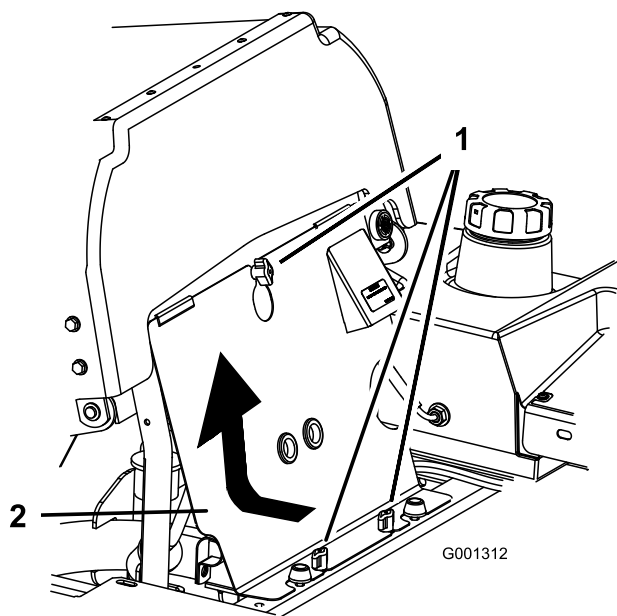

Bild 87
3. Lösen Sie die Handräder an der vorderen Motorverkleidung und nehmen Sie die Verkleidung ab (Bild 87).